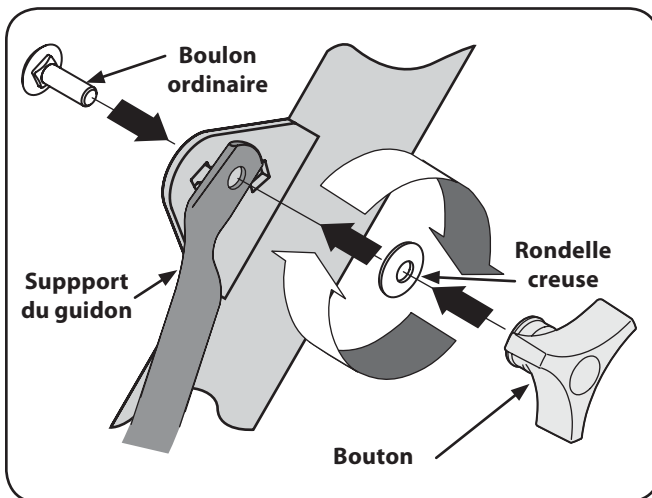

Fig. 3-4
7. Serrez le boulon à fond après avoir installé le support du guidon comme à la Fig. 3-4.
9. Insérez l'écrou ordinaire à travers le support soudé sur le guidon et dans l'extrémité du support du guidon. Voir la Fig. 3-4. Maintenez en place avec la rondelle creuse et le bouton.
10. Choisissez l'une des trois positions du guidon (trois encoches sont aménagées dans le support soudé) et serrez le bouton pour maintenir le guidon à la position voulue. Voir la Fig. 3-4. Serrez le boulon hex. sur le guidon inférieur.